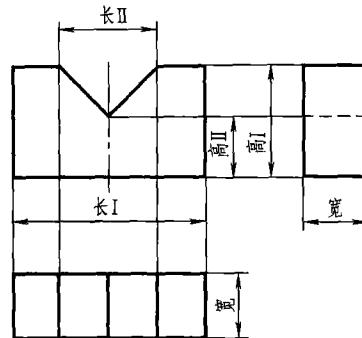

图 2-4 三视图的对应关系
(1) 尺寸对应关系 任何物体都有长、宽、高三个方面的尺寸，在机械制图中规定左右量度物体的尺寸叫长；前后量度物体的尺寸叫宽；上下量度物体的尺寸叫高。任何一个投影面的视图都反映物体两个方向的尺寸，主视图反映长度和高度方向的尺寸；俯视图反映长度和宽度方向的尺寸；左视图反映宽度和高度方向的尺寸。因此，三个视图之间存在主视、俯视长对正；主视、左视高平齐；俯视、左视宽相等的投影规律，简称为“长对正，高平齐，宽相等”。对于物体的总长、总宽、总高是这样，对于某一局部尺寸也是这样，见图 2-4。